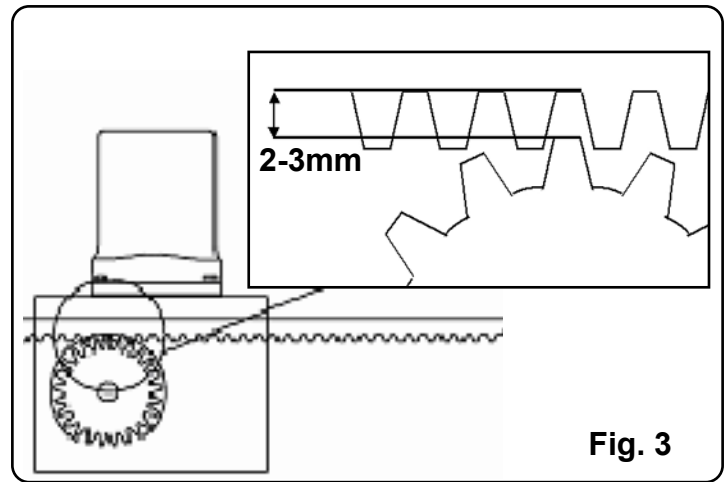

Fig. 3
- Antes de proceder al montaje del automatismo controlar el buen funcionamiento de la cancela. Asimismo es conveniente verificar que la guía de desplazamiento a tierra ( **Fig. 1** ) no presente malformaciones, que se encuentre perfectamente nivelada y que el tope mecánico en apertura esté presente ( **Fig. 2** ), para evitar que la cancela salga de las guías superiores ( **Fig. 3** ).
- Verificar que la guía de desplazamiento superior ( **Fig. 3** ) esté fijada firmemente y que la cancela se desplace libremente.
Fijar firmemente la cremallera en la cancela, dejando una distancia de 2 a 3 mm. desde el piñón del motor (Fig.3).